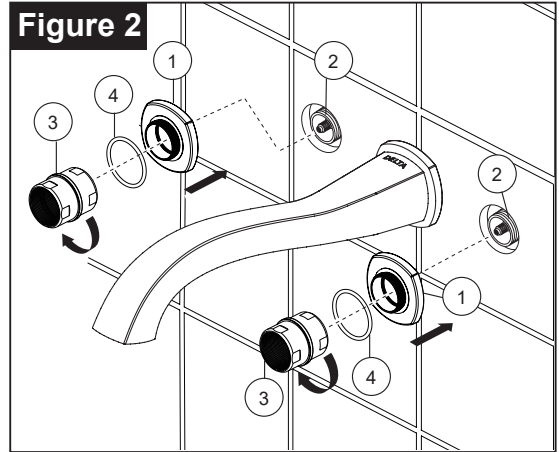

Figure 2
Install handle flange (1) onto mounting sleeve (2) and secure with flange nut (3). Place o-ring (4) on the handle flange. **NOTE: Have the other side of flange (1) with gasket toward the wall.** If mounting sleeve (2) is extending from finished wall more than 3/8", use the short flange nut as shown in **figure 1**. If mounting sleeve (2) is sub flush or extending less than 3/8" from finished wall, use the long flange nut as shown in **figure 2**.
Instale el soporte del mango (1) en el manguito de montaje (2) y fijela con la tuerca con reborde (3). Coloque la junta tórica (4) en la brida del asa. **NOTA: Ponga el otro lado del reborde (1) con junta hacia la pared.** Si el manguito de montaje (2) se extiende de la pared acabada más de 3/8", use la tuerca con reborde pequeña como se muestra en la **imagen 1**. Si el manguito de montaje (2) está ligeramente sobre la superficie o se extiende de la pared menos de 3/8", use la tuerca con reborde grande como se muestra en la **imagen 2**.